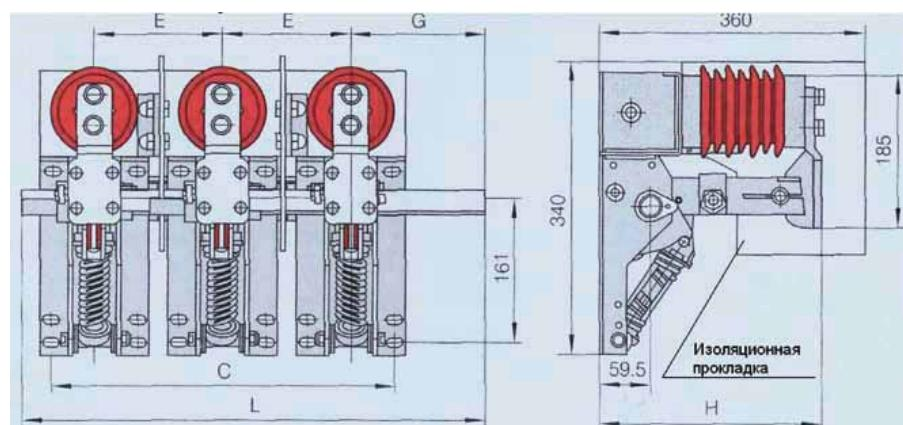

Рис. 5.1 Внешний вид и размеры заземлителя
- 5.1 Внешний вид и размеры заземлителя (см. рис. 5.1)